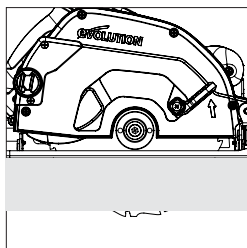

Fig. 12
- I de flesta fall ska sågdjupet ställas in till tjockleken av materialet som ska sågas plus djupet av en halv sågtand (tandens rot till topp). **(Fig.12)**
(13) JUSTERING AV SÅGVINKEL (AVFASNING)